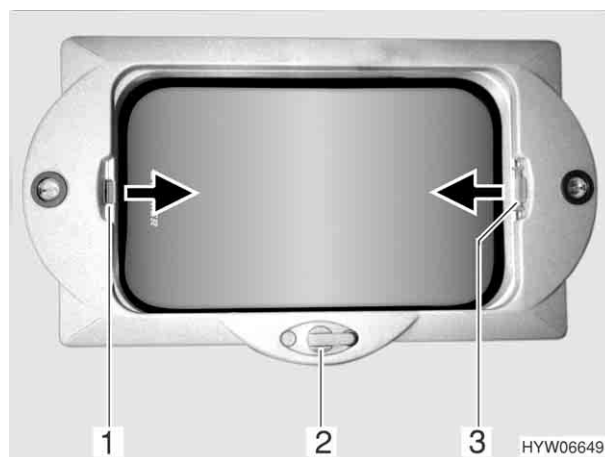

Fig. 30 Oblò a manovella
- Sollevare (aprire) o abbassare (chiudere) l'oblò a manovella ruotando la manovella (Fig. 30,2) in senso corrispondente. Il posizionamento è a piacere.
- Tirare la tendina oscurante pieghevole (Fig. 30,3) nella direzione della freccia fino alla posizione desiderata. La tendina oscurante pieghevole rimane in questa posizione.
- Tirare la zanzariera a rullo (Fig. 30,1) nella direzione della freccia fino a toccare la tendina oscurante pieghevole (Fig. 30,3).
- Premere la maniglia della zanzariera a rullo (Fig. 30,1).